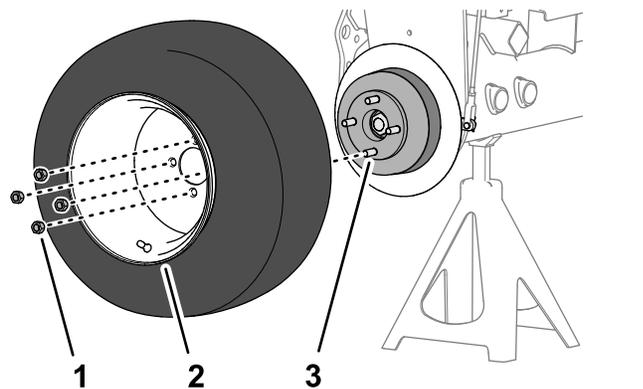

Рисунок 86
- Установите колесо на ступицу с помощью 4 зажимных гаек (Рисунок 86) и затяните зажимные гайки от руки.